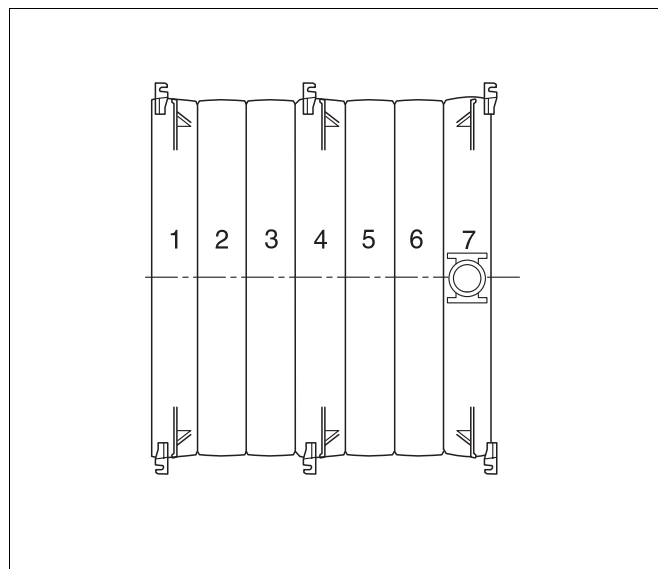
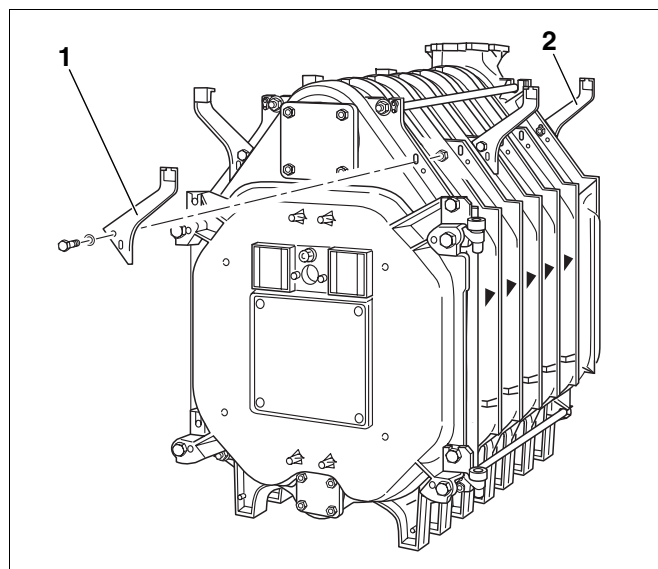

Abb. 35 Draufsicht: Kesselblock (7 Kesselglieder) mit Konsolen
Abb. 36 Konsolen montieren
- Konsolen für den Kesselmantel nach unten stehender Tabelle sowie nach Abbildung 35 und Abbildung 36 an den oberen Rippen der Kesselglieder links und rechts lose anschrauben.
- Verschrauben Sie die Konsolen am Hinterglied (Abb. 36, **Pos. 2**) von hinten an die Rippen.
- Die Konsolen des Vordergliedes und der Mittelglieder (Abb. 36, **Pos. 1**) verschrauben Sie ausschließlich von vorne.